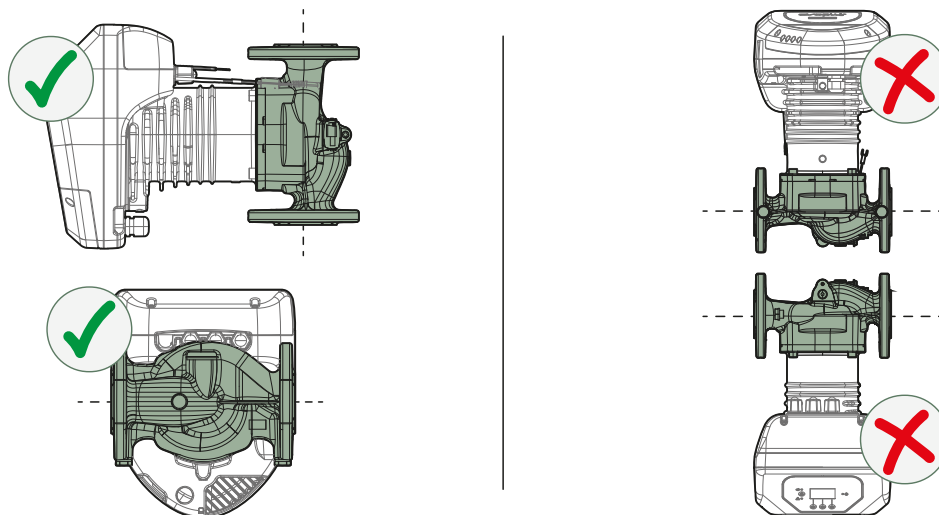

Figura 4
- Monte siempre el circulador con el eje del motor en posición horizontal como en la Figura 4